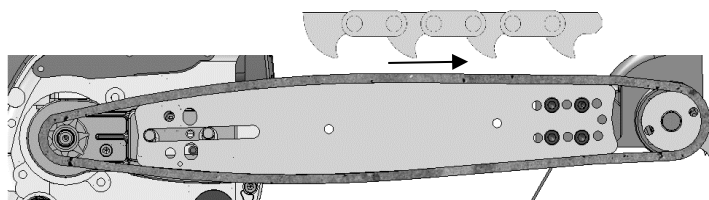

Abb. 3: Auflegen der Kette
- > Legen Sie nun die Kette um das Ritzel der Motorsäge und um das Antriebsritzel. Setzen Sie die Treibglieder in die Schiene ein. Achten Sie auf die korrekte Laufrichtung der Kette (Abb. 3)